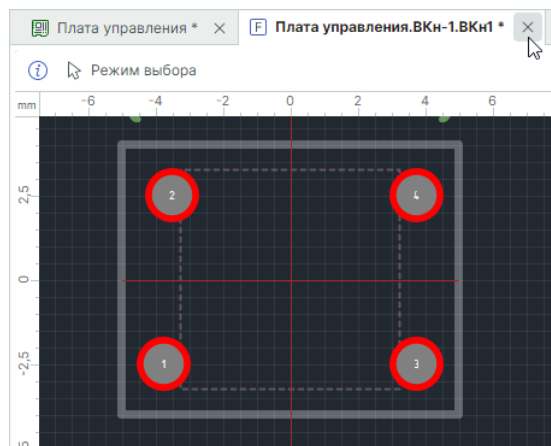

Рис. 159 Закрытие редактора без сохранения
4. Закройте редактор посадочных мест без сохранения (несохраненный документ в окне редактора отмечен звездочкой (*)), см. Рис. 159.